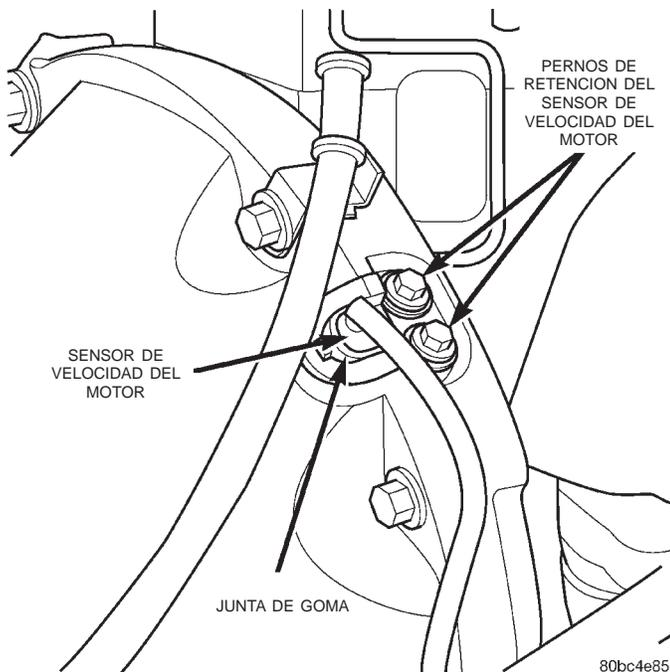

Fig. 21 Sensor de velocidad del motor
(13) Desde la parte de atrás del múltiple de escape, desenchufe el conector eléctrico del sensor de velocidad del motor (Fig. 21).
(14) Retire los (2) pernos de retención del sensor de velocidad del motor (Fig. 21).
(15) Retire el sensor de velocidad del motor del vehículo.